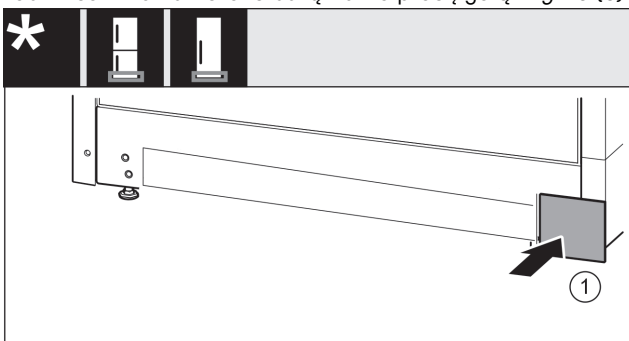

Fig. 14
- ▶ Vėl uždėkite uždangalą kitoje pusėje. Fig. 14 (1)